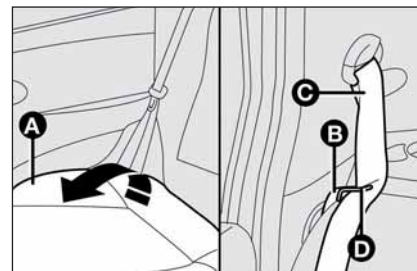

fig. 121
- ☐ compruebe que cada una de las dos cintas **C-fig. 121** de los cinturones de seguridad laterales esté introducida en su respectiva patilla de guía del cinturón **D-fig. 121**;
- ☐ levante el cojín **A-fig. 121** como se ilustra en la figura;
- ☐ desenganche el respaldo, desplazando las palancas **B-fig. 121** luego inclínelo hacia adelante de manera que se obtenga una superficie de carga única con el piso del maletero;